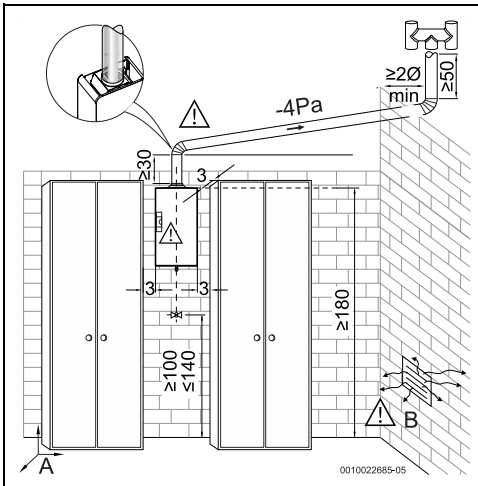

Fig. 11 Distancias mínimas
- Respetar las separaciones mínimas indicadas en la Fig. 11.
- Asegurarse de un libre acceso de trabajos de mantenimiento y cumplir para ello las distancias indicadas en la imagen 11.